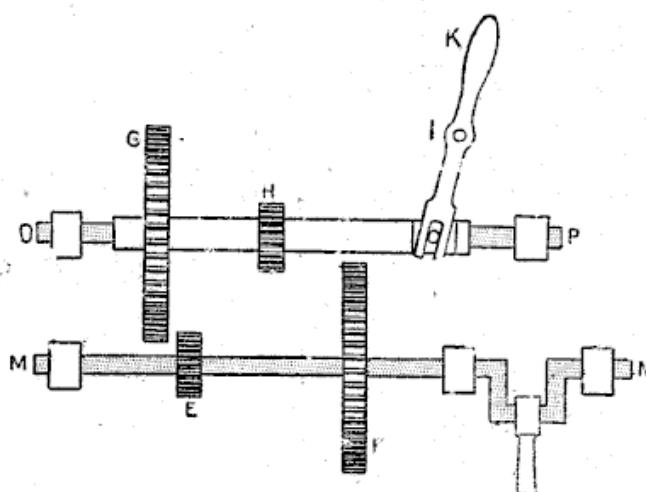

Fig. 39
**ENGRENAGES.** — Supposons qu'un arbre M N soit actionné directement par le moteur (fig. 39). Cet arbre porte, clavetées, ou vissées et brasées, deux roues dentées, E et F, de diamètres différents,